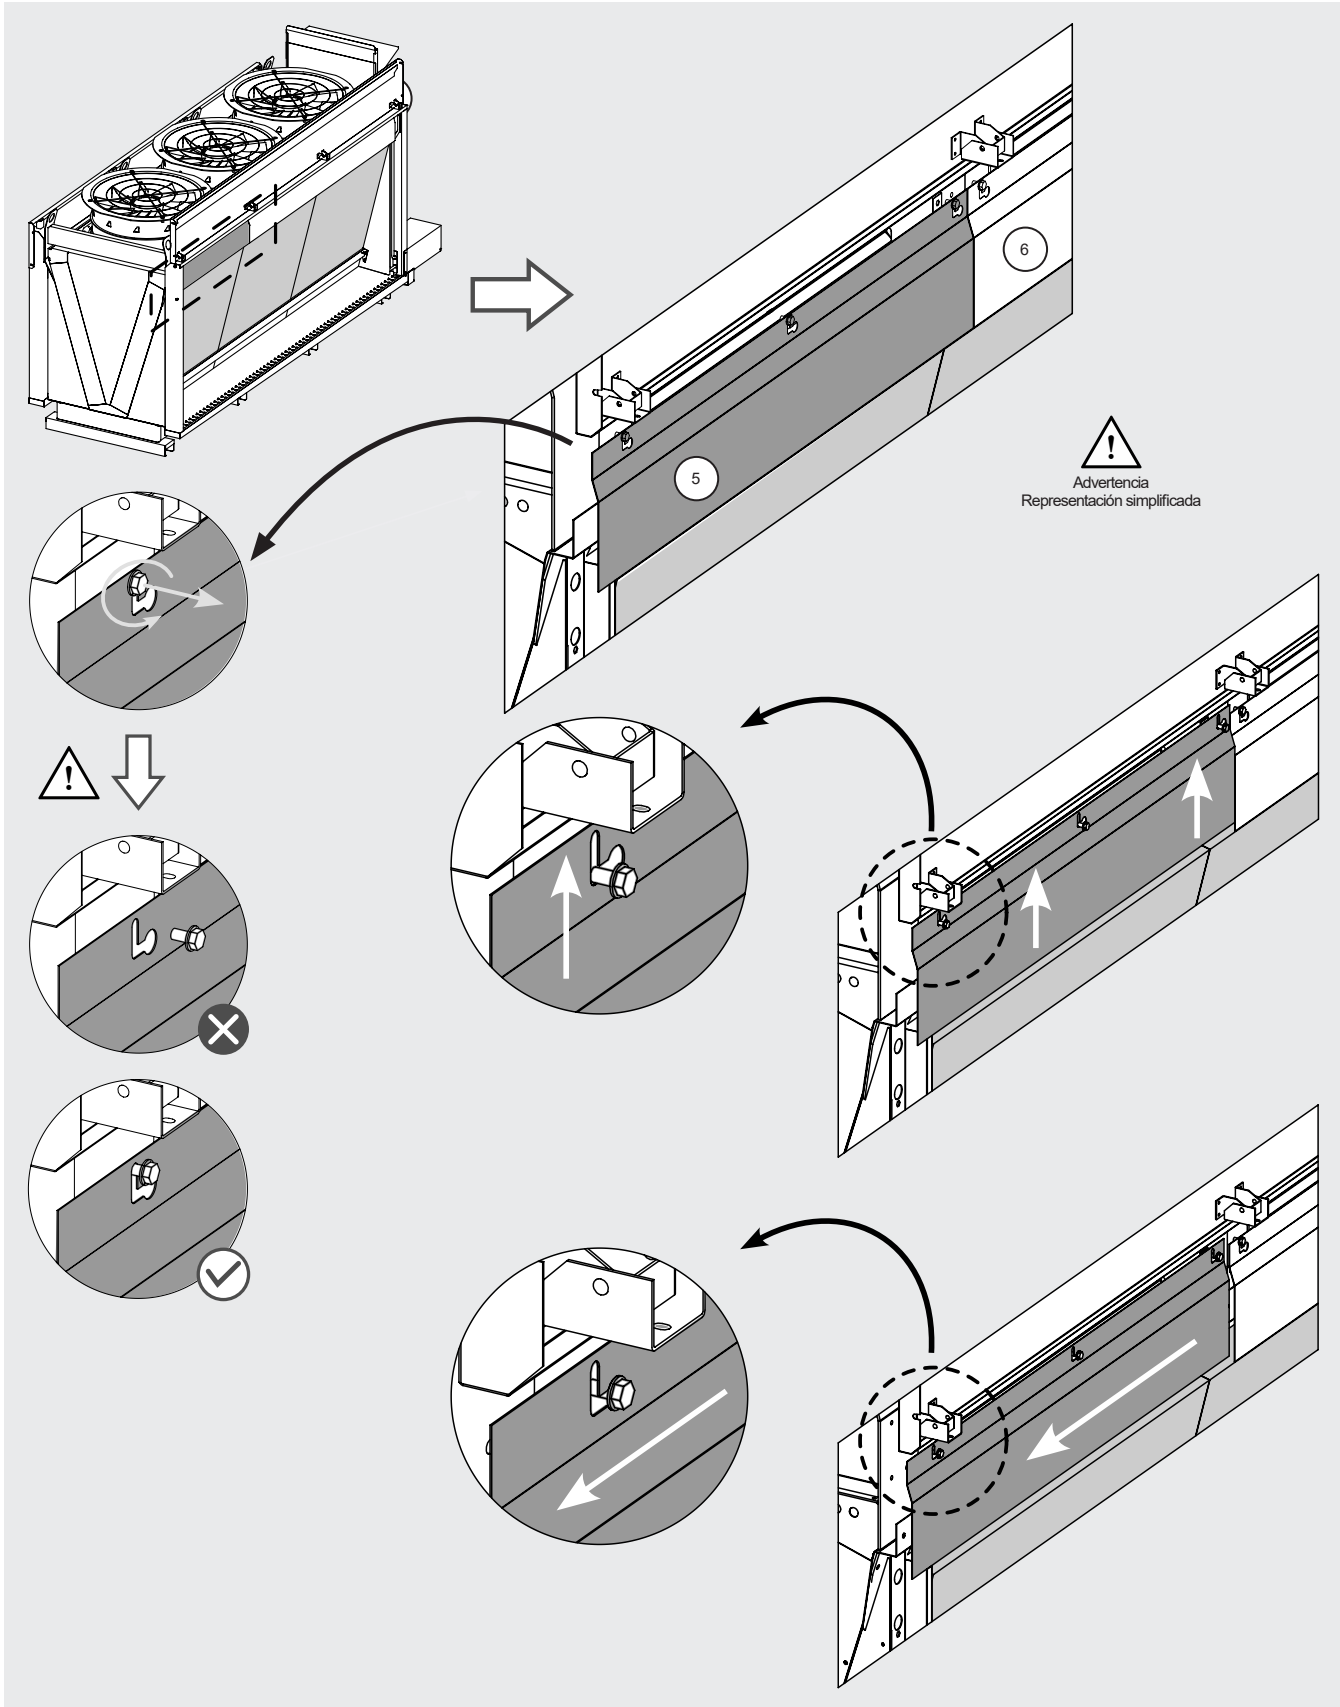

Figura 22
- 12.11.20 Afloje los tornillos (b) que sujetan la tapa (5) y (6) sin retirarlos completamente. Véase la Figura 22.